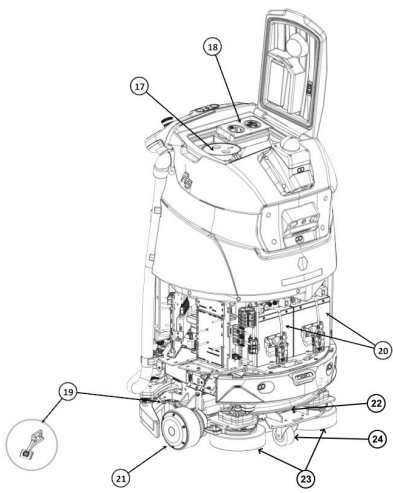

Figure 3
- 17. gaġġa tad-detriti (Figure 3)
- 18. filtru HEPA (Figure 3)
- 19. lieva tas-sikurezza (Figure 3)
- 20. batterija (Figure 3)
- 21. rota tat-trazzjoni (Figure 3)
- 22. filtru tal-ilma (Figure 3)
- 23. ras tat-tindif (Figure 3)
- 24. rota girevoli (Figure 3)